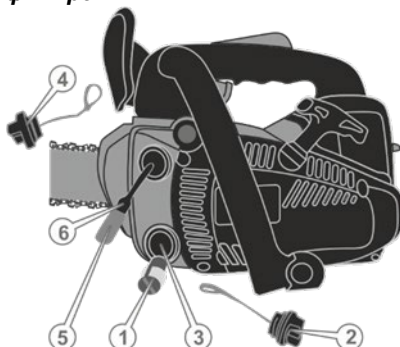

Рисунок 19. Схема обслуговування паливного та мастильного фільтра.
1. Відкрутити кришку (4, рис. 19) та обережно зняти її з паливного бака.
2. Використовуючи дрітятий зашморг, обережно витягнути паливний фільтр (5, рис. 19).
1. Відкрутити кришку (2, рис. 19) та обережно витягти її з мастильного бака.
2. Використовуючи дрітятий зашморг, обережно витягнути мастильний фільтр (1, рис. 19) із бачка.
3. Акуратно від'єднати мастильний фільтр від мастилопроводу (3, рис. 19).